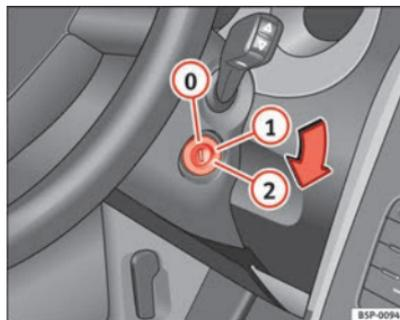

Fig. 136 Posizioni della chiave di accensione
In questa posizione ⇒ fig. 136 sia il motore che il quadro sono spenti e si può inserire il bloccasterzo.
- Girare la chiave fino alla posizione ⇒ fig. 136 ①. La spia  si accenderà nel caso di preincandescenza del motore. ▶
- Girare la chiave fino alla posizione ⇒ **fig. 136 0**.